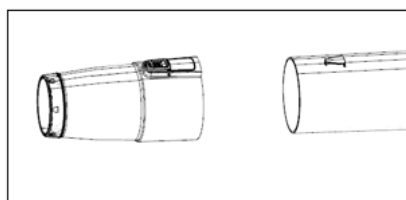

Fig 4
2. Alinee la boquilla con el enganche del tubo del soplador (Fig. 4).